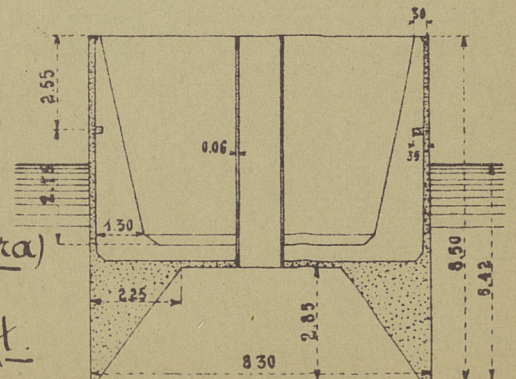

Fig. 1. Caissons en béton armé (suite)
6) Pont Baulin à Genève. (Fig 1 2 3 4 5 6) Bétonnage du caisson suspendu à un échafaudage, avec immersion progressive équilibrée.